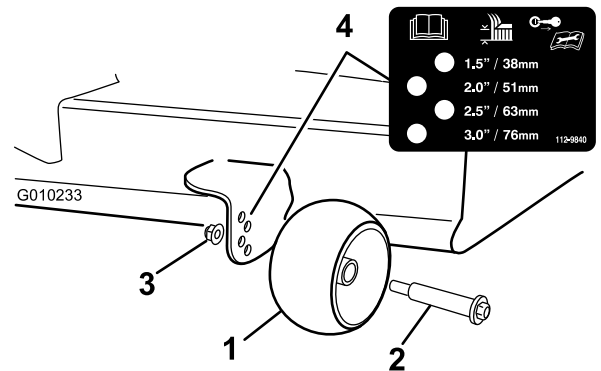

Figure 23
3. Réglez les galets anti-scalp montrés à la Figure 23 à la position correspondant le mieux à la position de hauteur de coupe.